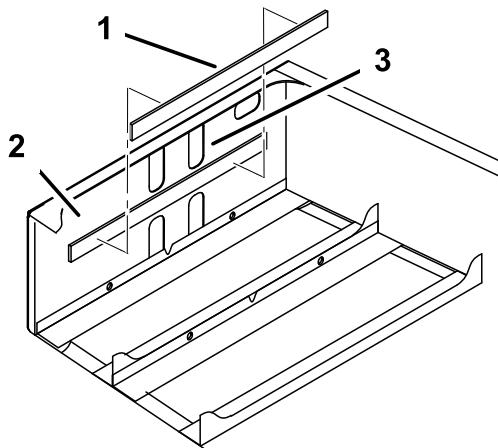

Figure 10
- Retirez la bande adhésive au dos de la cale et placez celle-ci sur la face intérieure avant du châssis arrière, comme illustré à la Figure 10.
Remarque: La cale doit se trouver à environ 6,4 mm en dessous du bord inférieur des découpes supérieures (Figure 10).